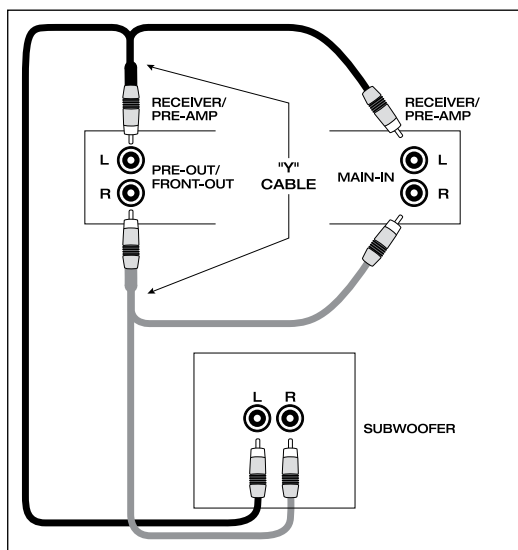

Fig. 3
1. Entrée niveau de ligne provenant de la sortie de sous-graves/du canal de basses fréquences (Fig. 3) – à utiliser avec un syn-